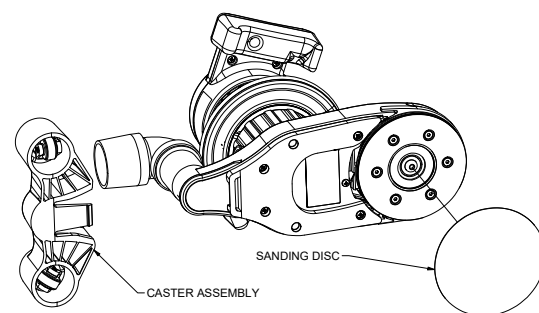

Abbildung 5
2. Die Maschine ist nur für Schleifscheiben mit Klettverschluss geeignet. Achten Sie beim Einsetzen der Schleifscheibe darauf, dass die Scheibe mittig auf dem Mitnehmer sitzt (Abbildung 5).